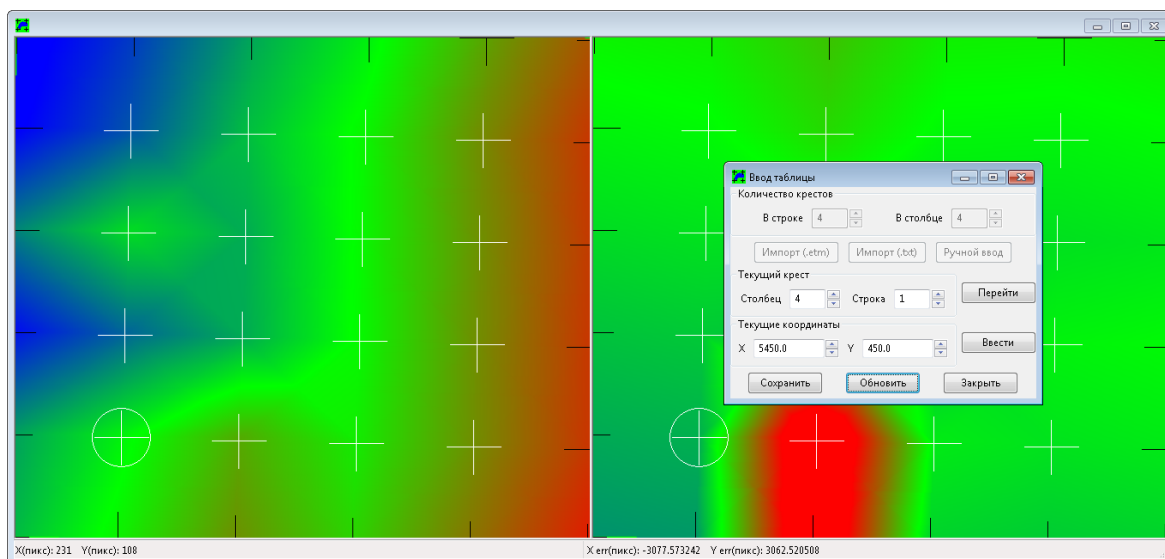

Рис. 10. Поле искажений, построенное по таблице крестов, после ввода всех крестов.
- черным цветом выделены не входящие в таблицу неактивные кресты (создаются автоматически), играющие роль границы поля искажений (см. рис. 10 ниже).